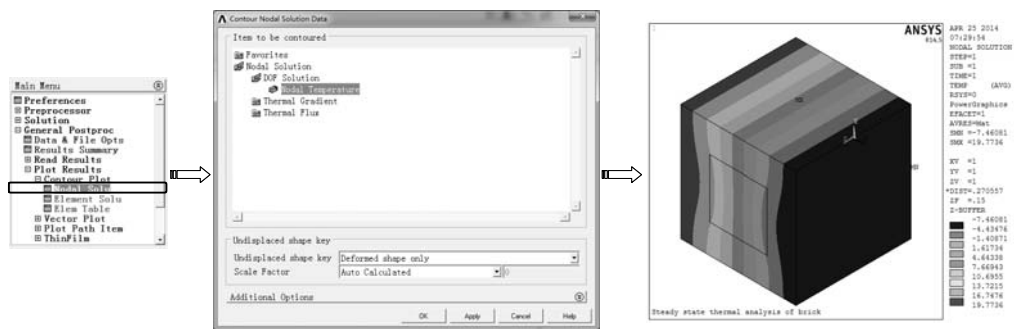

图 8-101 温度等值线图
1) 选择“Main Menu>General Postproc>Plot Results>Contour Plot>Nodal Solu”命令，弹出“Contour Nodal Solution Data”对话框，选中“Nodal Solution>DOF Solution>Nodal Temperature”选项，单击“OK”按钮显示温度等值图，如图 8-101 所示。